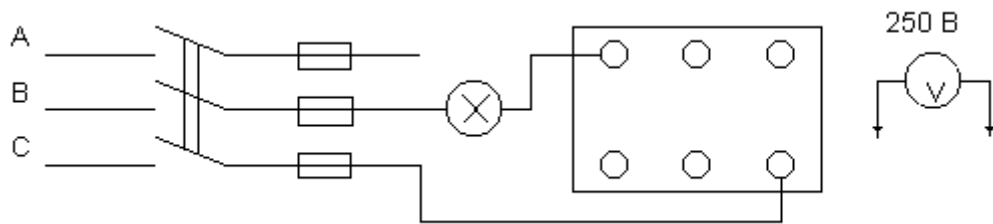

Рис.1.
1. Собрать цепь по схеме рис. 1 и получить разрешение на ее включение. Определить принадлежность выводов к отдельным обмоткам с помощью лампы или вольтметра на 150 В. Лампа горит, если два вывода принадлежат к одной фазе двигателя.